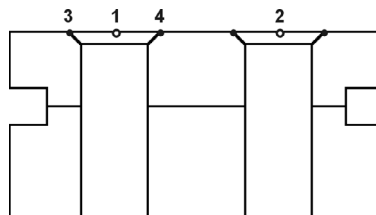

Рис. 44.12. Определение базовых точек
3. В ответ на запросы системы укажите точки 3 и 4 (рис. 44.12).